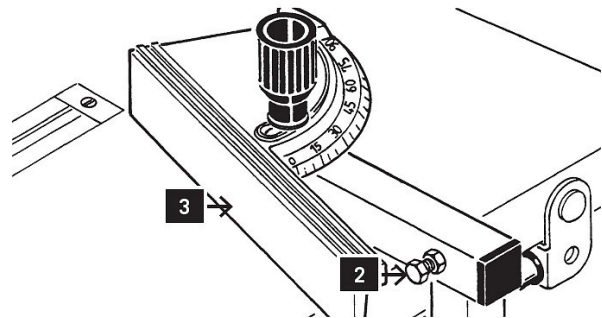

Abb. 12: Winkelanschlag montieren
Schritt 12: Mit der Sechskantschraube (Pos.2, Abb.12) im Vierkantrohr den Winkelanschlag (Pos.3, Abb.12) rechtwinklig zum Sägeblatt einstellen. 90°-Winkel zu Hilfe nehmen und anschließend Probeschnitt vornehmen.